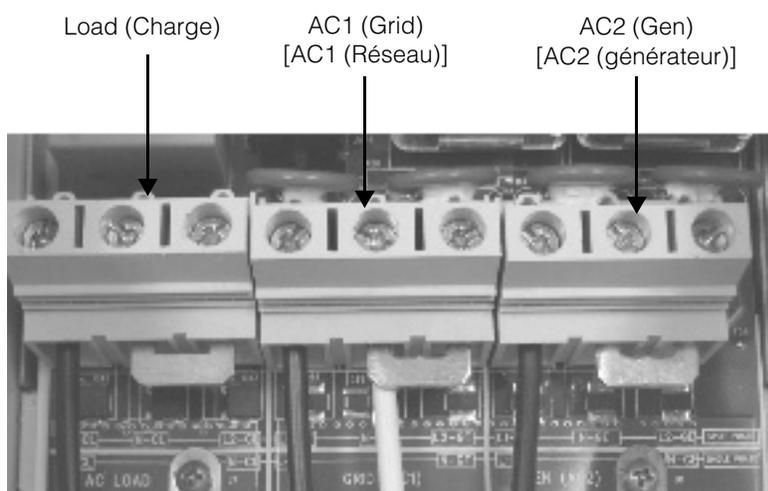

Figure C-6 Emplacement des cavaliers et configuration des câbles AC sur les ports AC
2. Insérer un grand cavalier sur chaque connecteur pour court-circuiter N et L2, comme indiqué dans la Figure C-6.
3. Brancher les câbles AC comme indiqué dans la Figure C-6. Insérer le cavalier par-dessus le câble.